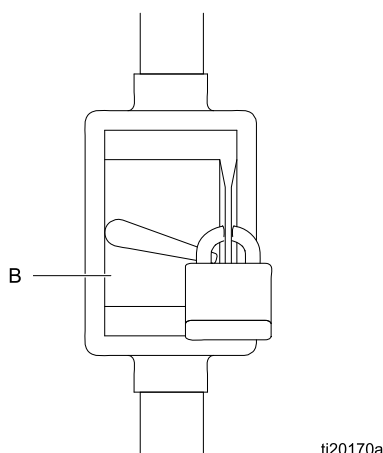

Figure 2 Выключатель питания
1. Убедитесь в том, выключатель питания (B, рис. 2) выключен и заблокирован.